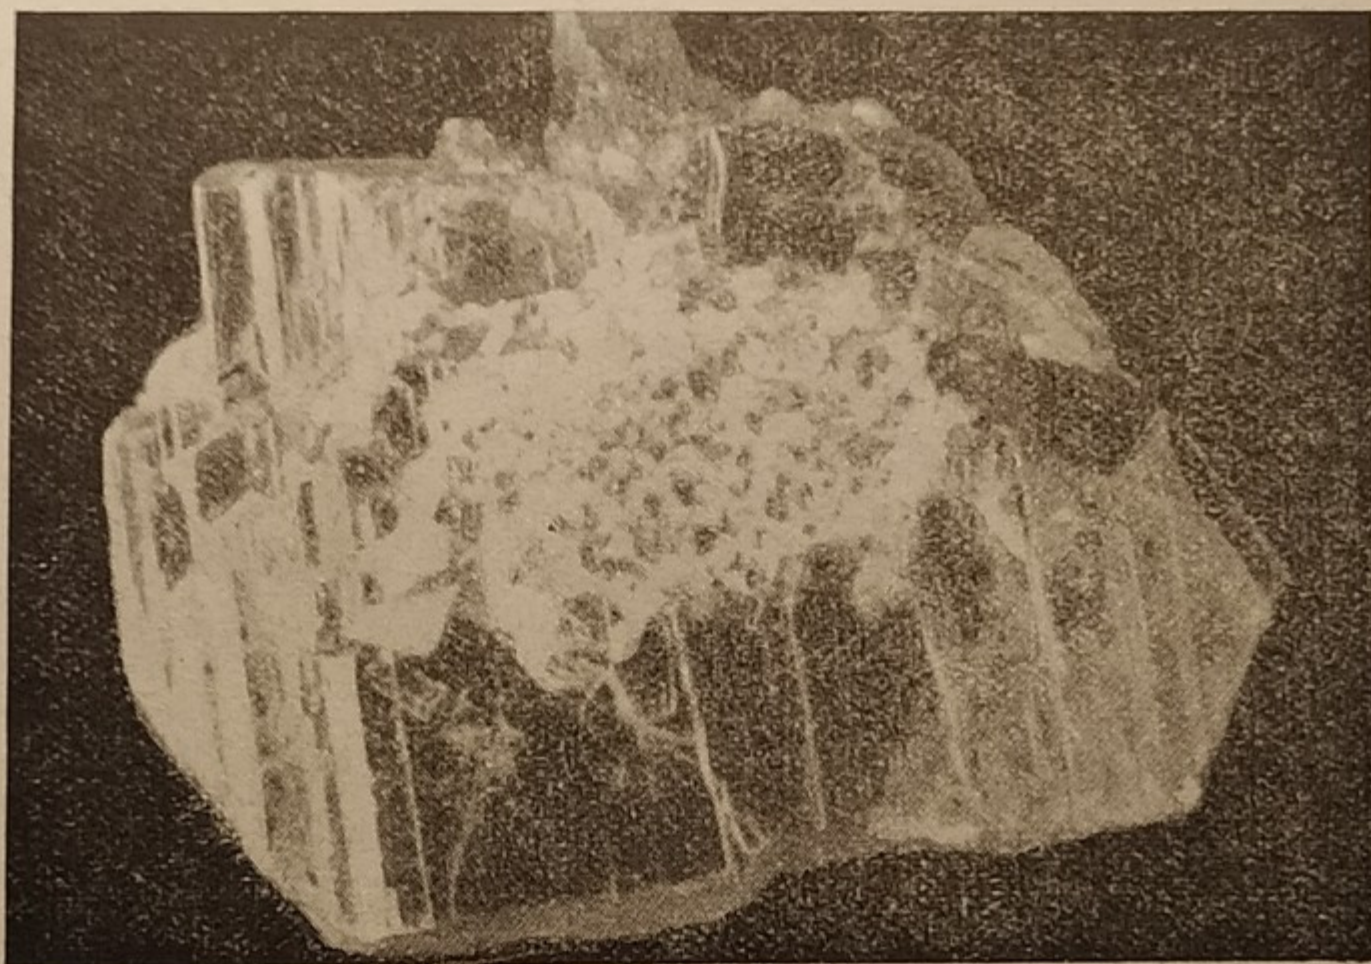

FIG. 142. - Mica muscovite con quarzo.
La muscovite (fig. 142 e 143) (2) è la mica più tipica; essa si presenta in grandi lamine sfaldabili di color gialliccio o verdolino, ma che ridotte in fogli sottili sono incolori e trasparenti, sono molto elastiche, infrangibili, cattive conduttrici del calore e dell'elettricità. Durezza 2-2,5. È infusibile, intaccata solo dall'acido fluoridrico, inalterabile all'aria.